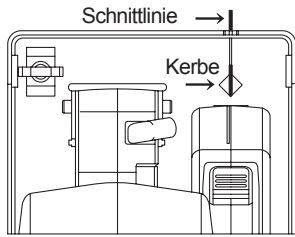

Fig.5
1. Richten Sie die Visierlinie am Gleitschuh auf Ihre Schnittlinie aus. [Fig.5]